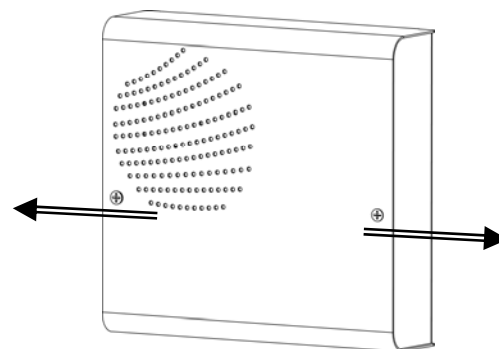

Fig. 1
- 2) Faire glisser le capot latéralement comme indiqué Figure 1.